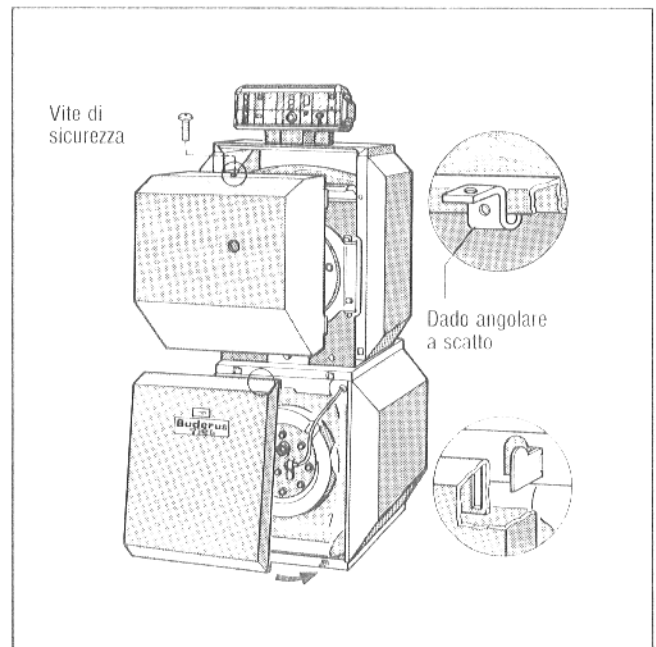

Fig. 7
- Montare il coperchio del bruciatore o il pannello anteriore della caldaia (Fig. 7).
- Avvitare la vite di sicurezza nel coperchio del bruciatore (Fig. 7).
- Agganciare le due fessure del pannello anteriore dell'accumulatore ai ganci applicati nella parte superiore del corpo dell'accumulatore (Fig. 7).
- Montare il pannello anteriore dell'accumulatore inserendo le boccole nei perni applicati nella parte inferiore del corpo dell'accumulatore (Fig. 7).